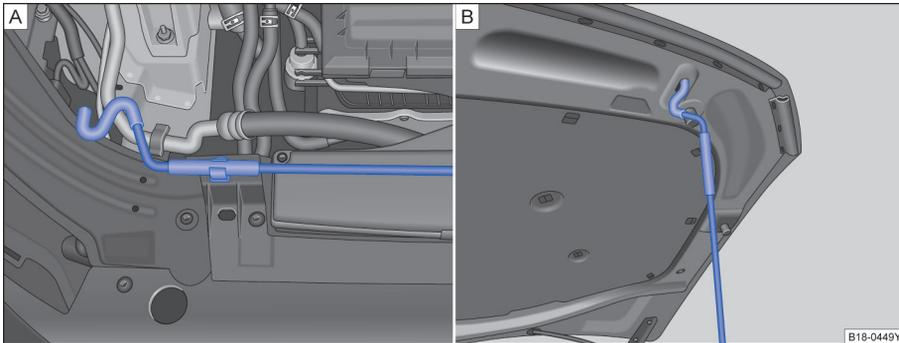

图 145 发动机舱盖支撑杆处于安放及固定位置
- 将发动机舱盖支撑杆  图 145 从其固定支架上取下。
- 将发动机舱盖支撑杆挂入图示位置的开口上  图 145。
- 将发动机舱盖支撑杆插入图示位置的开口上  图 145。